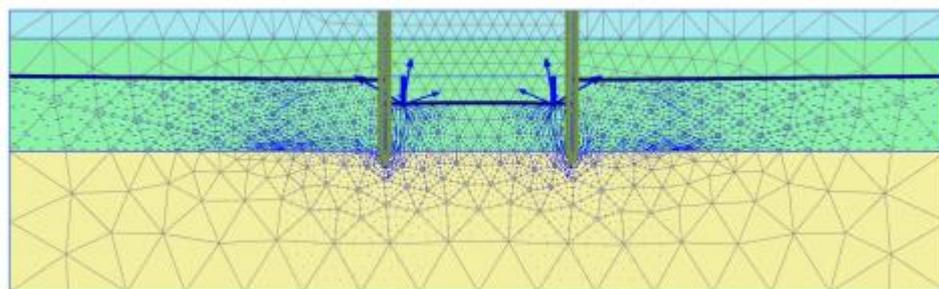

图 3 阶段 1 计算渗流场结果
- 从应力菜单中选择地下水流动 $\ll |q|$ 。图 3 以缩放（5 倍）显示计算结果。